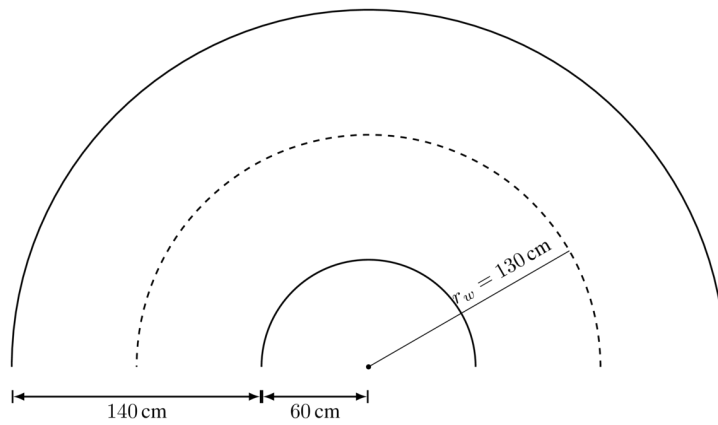

Abbildung 2: Sicherung der Füße gegen Bodenkontakt
- Wendekreis des Fahrzeuges: $r_w \leq 1,3\text{ m}$, siehe Abbildung 2